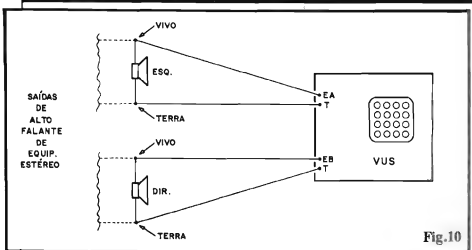

Fig.10
**FIG. 10 - OBTENDO OS SINAIS DE EXCITAÇÃO PARA O VUS** - Conforme já foi explicado, os sinais para excitação dos dois "eixos" de visualização no **display** do VUSCÓPIO, podem ser diretamente "puxados" dos próprios terminais dos alto-falantes dos dois canais de um sistema de áudio estéreo qualquer... É importante determinar-se nas tais Saldas para alto-falante, qual é o "polo" de "Terra", já
Com o VUSCÓPIO devidamente alimentado (ligado a uma fonte de 12 VCC, com disponibilidade de Corrente para um mínimo de 250 mA, ou ao sistema elétrico de um carro - 12V...) e com as conexões de sinal devidamente feitas (fig. 10), inicialmente ajusta-se o **volume** do áudio no equipamento, conforme os gostos ou necessidades do local/ouvinte... Os dois **trim-pots** de pré-ajuste do VUS (ambos de 4K7, codificados como PA e PB no "esquema" da fig. 1...) podem - inicialmente - ficar em suas posições **médias** ("meio giro" no